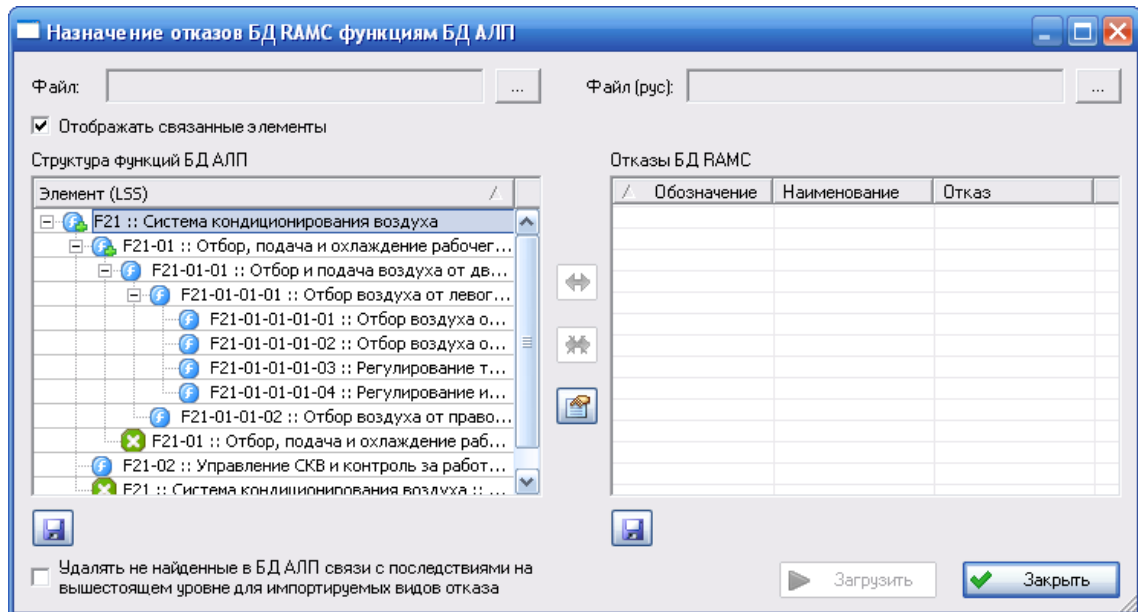

Рис. 16-12
3. В появившемся окне **Назначение отказов БД RAMC функциям БД АЛП** настройте параметры импорта (рис. 16-12).